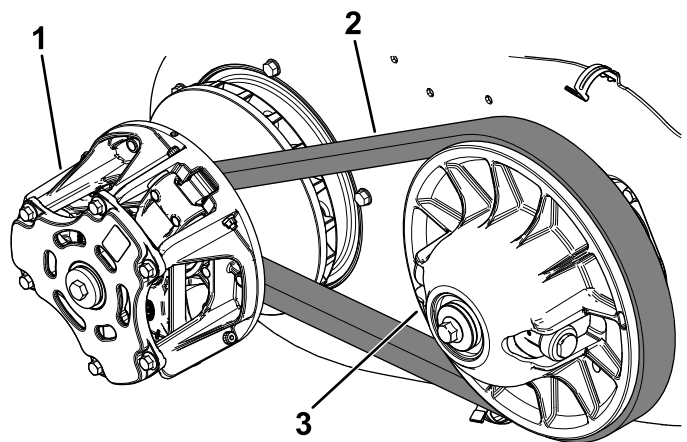

Figura 112
6. Fate girare la cinghia (Figura 112) ed ispezionatela per rilevarne eventuale segni di eccessiva usura o danni.
7. Pulite accuratamente le frizioni con aria compressa, rimuovendo tutti i corpi estranei (Figura 112).
6. Tirate verso l'alto la parte superiore della cinghia per allungare la frizione secondaria, quindi girate la cinghia e fatela passare sulla frizione secondaria (Figura 112).
7. Rimuovete la cinghia dalla frizione primaria (Figura 112).
8. Allineate la nuova cinghia sopra la frizione primaria (Figura 112).
9. Girate la cinghia e fatela passare sulla frizione secondaria (Figura 112).